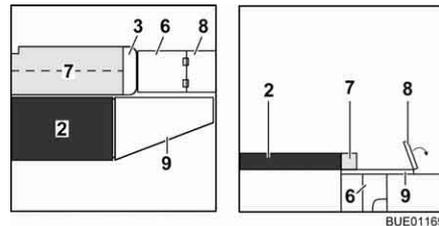

Fig. 125 Pendant la transformation
- Faire ressortir la rallonge du coffre de banquette (Fig. 125,6).
- Rabattre vers l'extérieur la rallonge du plateau d'assise (Fig. 125,8).
- Relever le coussin supplémentaire (Fig. 125,7) et le placer sur la table.
- Accrocher la rallonge latérale de lit (Fig. 125,9) dans les supports sur les banquettes.